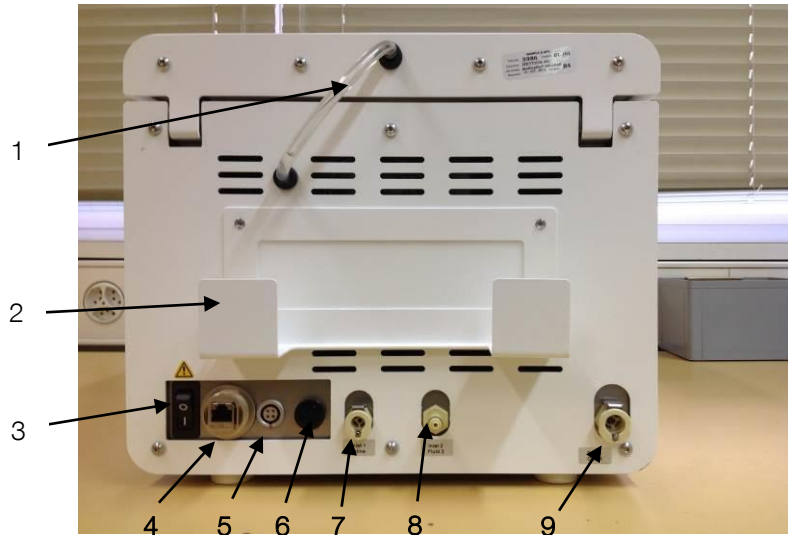

fig. 7.1
Lägg nätdelen i hållaren på baksidan (se fig. 7.1, pos. 2) och sätt i kontakten i likspänningsuttaget (fig. 7.1, pos. 5). Anslut den medföljande nätkabeln till nätdelen och sätt i kontakten i strömuttaget.
Anslut fyllningsslangen till inlopp 1 (fig. 7.1, pos. 7) på baksidan och sätt den andra änden med sugröret i behållaren med koksaltlösning.
Om centrifugen har ett extra inlopp 2 ansluter du kopplingen på fyllningsslang 2 till inlopp 2 (fig. 7.1, pos. 8) på baksidan och sätter ned den andra änden av slangen med sugröret i behållaren med vätskelösning 2.
Anslut kopplingen på utloppsslangen till utloppet (fig. 7.1, pos. 9) på baksidan och sätt den andra änden av slangen i avfallsbehållaren.
Slå på strömbrytaren (fig. 7.1, pos. 3) (ON). Startprocessen tar cirka en minut.